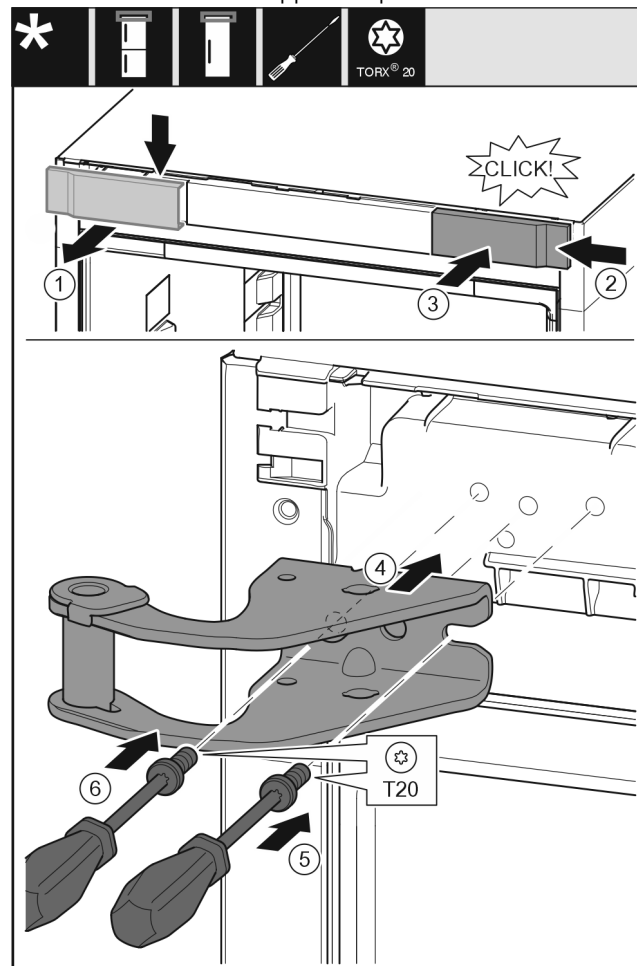

Fig. 11
- ▶ Retirer le cache du haut vers l'avant. Fig. 11 (1)
- ▶ Accrocher le cache tourné de 180° de l'autre côté à droite. Fig. 11 (2)
- ▶ Encliqueter le cache. Fig. 11 (3)
- ▶ Mettre en place le support de palier supérieur. Fig. 11 (4)
- ▶ Mettre en place la vis avec un tournevis T20 et la serrer. Fig. 11 (5)
- ▶ Mettre en place la vis avec un tournevis T20 et la serrer. Fig. 11 (6)